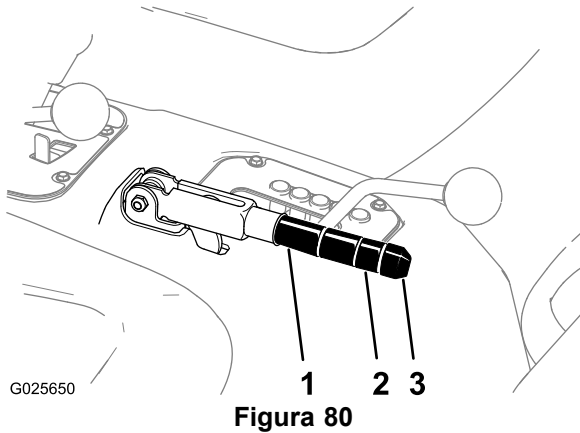

Figura 80
2. Desaperte o parafuso de afinação que fixa o manípulo à alavanca do travão de mão (Figura 80).
3. Rode o manípulo (Figura 80) até ser necessária uma força de 20 a 22 kg para ativar a alavanca.
4. Aperte o parafuso de afinação quando concluir (Figura 80).